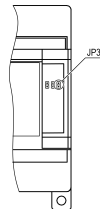

Рисунок 7.3 – Расположение перемычек
2. Снять крышку и установить перемычку на ХРЗ – крайние правые контакты (см. рисунок 7.3).